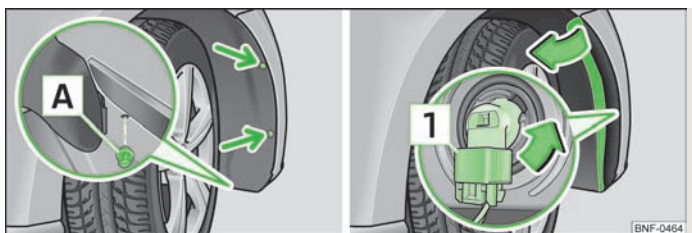

Fig. 122 Passage de roue avant : Remplacement de l'ampoule du feu de l'antibrouillard
- Dévissez les deux vis de fixation du revêtement du passage de roue à l'aide du tournevis » page 131, *Outillage de bord* (flèches) » fig. 122.
- Dévissez le rivet expansible [A] » fig. 122 en bas du revêtement du passage de roue avec un objet plat et obtus, par ex. une pièce de monnaie, et retirez-le.